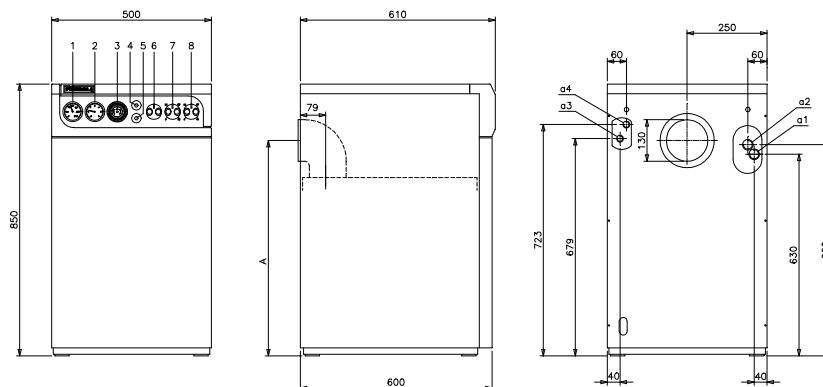

Fig. 2
2.01.-Dimensiones y tabla de características (Fig. 2 y Tabla 1)